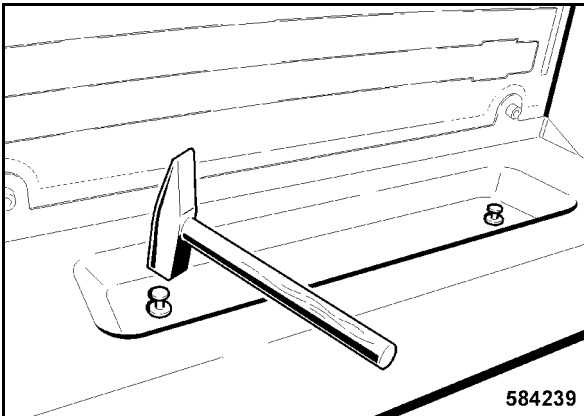

Bild 202
- Pane perän säilytyspaikka paikoilleen ja lyö muovikiinnikkeet vasaralla varovasti reikiin (Bild 202).